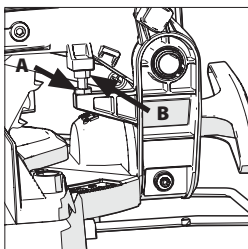

Fig. 12A + 12B
- Desserrez le contre-écrou sur la vis de butée du dispositif descendant de la tête de coupe avec une clé de 10 mm (non fourni). **(Fig. 12A)**